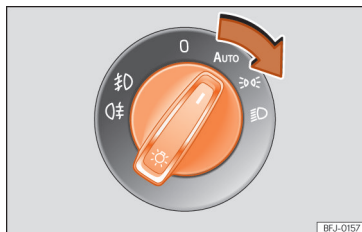

Fig. 79 Panoul de bord: panoul pentru lumini.
- Cuplați contactul și rotiți comutatorul de lumini în poziția dorită » **fig. 79:**